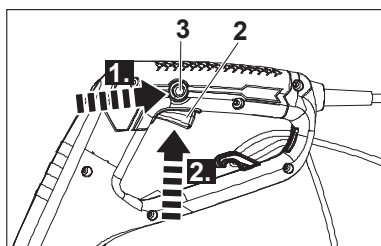

Fig. 9
1. Prima o botão de desbloqueio (3) e segure-o nessa posição (Fig. 9, passo 1).
2. Prima o interruptor de ligar/desligar (2) para ligar o produto (Fig. 9 passo 2) e, em seguida, solte o botão de bloqueio (3).
3. Solte o interruptor de ligar/desligar (2) para desligar o produto.